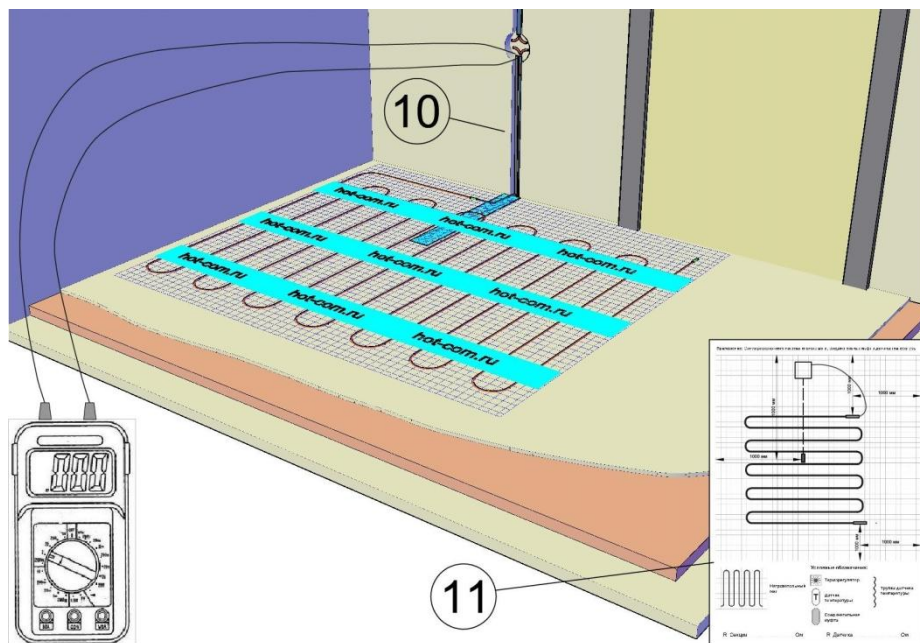

Рисунок 6
После укладки мата снова измерьте сопротивление, чтобы убедиться в отсутствии повреждения во время монтажа. (Рис.6. п.10)
6. Нанесите на эскиз (стр. 18) плана помещения схему расположения нагревательного мата, соединительных муфт и датчика температуры (Рис.6. п.11).